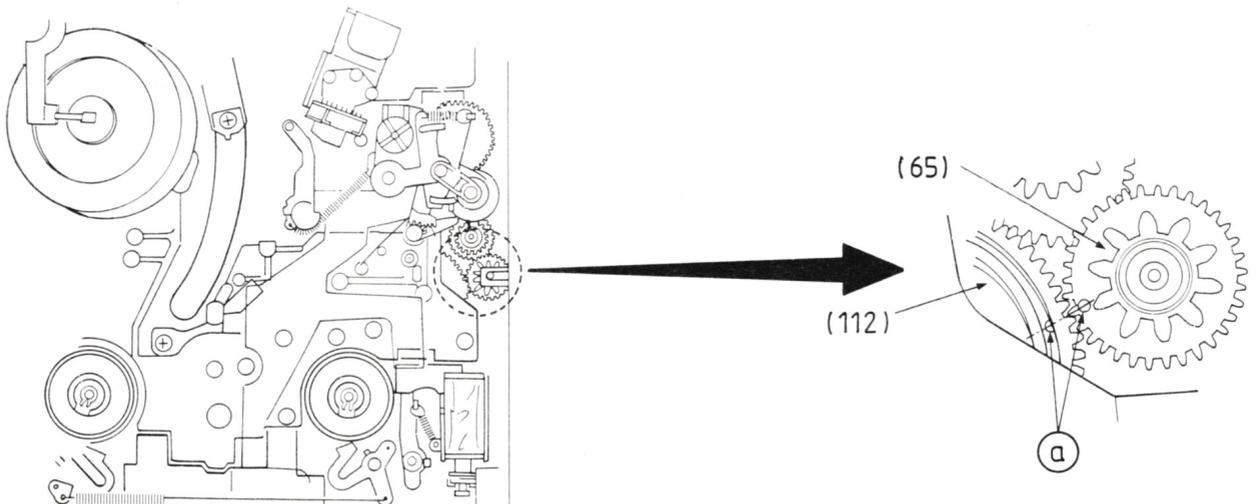

Fig. 52
- Monter le pignon de distribution (65) comme l'indique la fig. 52
- Les trous de repères a du pignon de distribution (65) et du pignon (112) doivent coïncider.